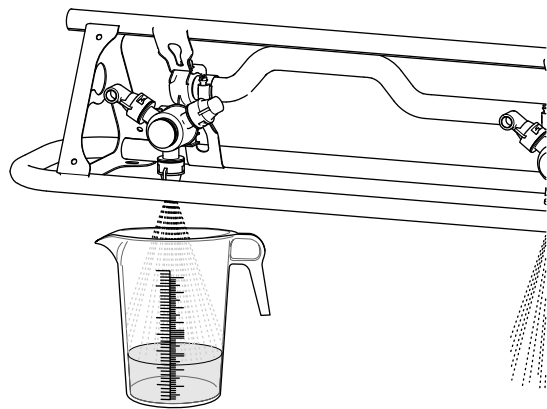

図 51
5. 車両から散布されている間ずっと、ひとつのノズルから散布される水を回収する 図 51。